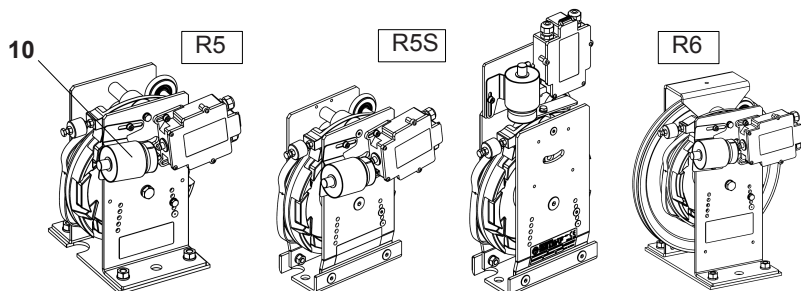

Fig. 3
Per mezzo di un tasto, il comando a distanza (fig.3, pos.10) provoca l'innesto del pendolo su percorso elettromagnetico nella scatola dell'interruttore stesso.